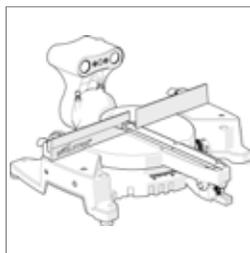

Fig. 1a
- La base girevole e il collo angolato (fig. 1a).